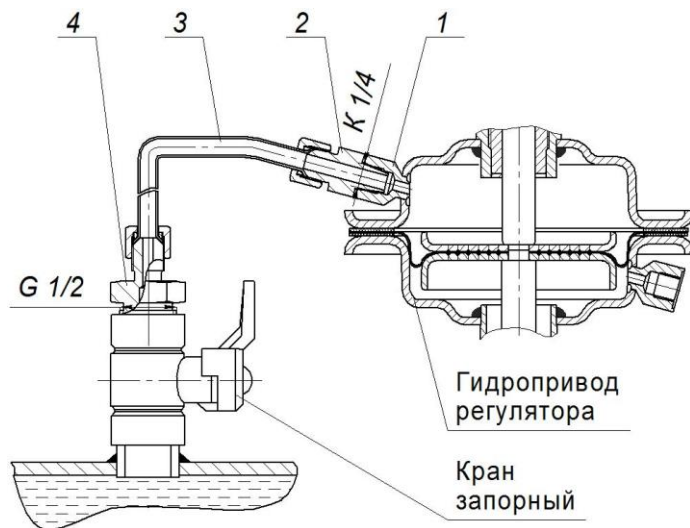

Рисунок 5 - Пример подключения камеры мембранного привода
8.1. Установка РПД производится в соответствии с рекомендуемыми схемами подключения РПД (рис.3-3.1). Подключение мембранного привода к трубопроводу производится при помощи соединительных (импульсных) линий (медные трубки и проходники – таблица 2) в соответствии с рис.5.
8.3. Перед РГД установить сетчатый фильтр. В местах отбора импульсов необходимо предусмотреть запорные краны, позволяющие отключать давление от импульсных линий (рис.5).